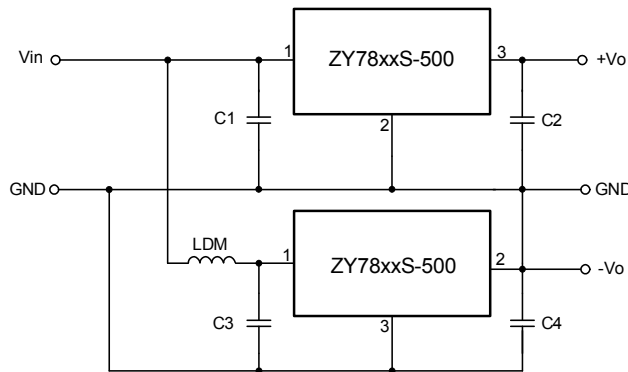

图 3 正负输出并联应用电路图
应用两个 ZY78xx(L)S-500 模块，可以连接成正负输出应用电路，如图 3 所示。C1、C2、C3、C4 的取值如表 1 所示
- 注：（1）当产品用于图 3 所示的正负输出并联应用电路时，可增加感量为 10-15 μ H 的电感 LDM 以减小产品相互间的干扰。